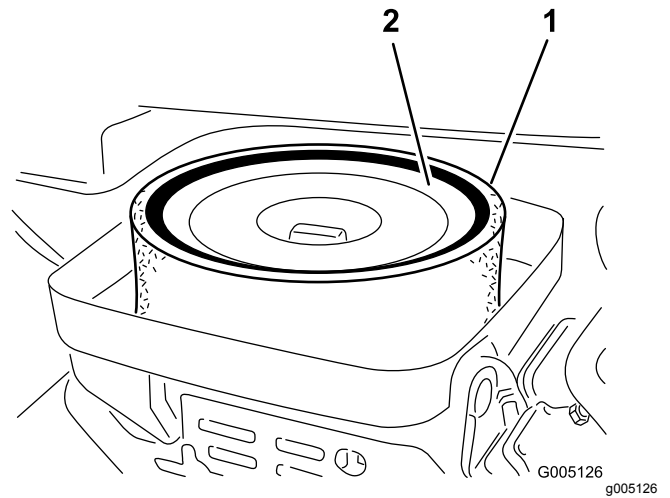

図 46
4. スポンジ **図 46** を点検し、汚れていればペーパーエレメントから外す。以下の要領で丁寧に清掃してください